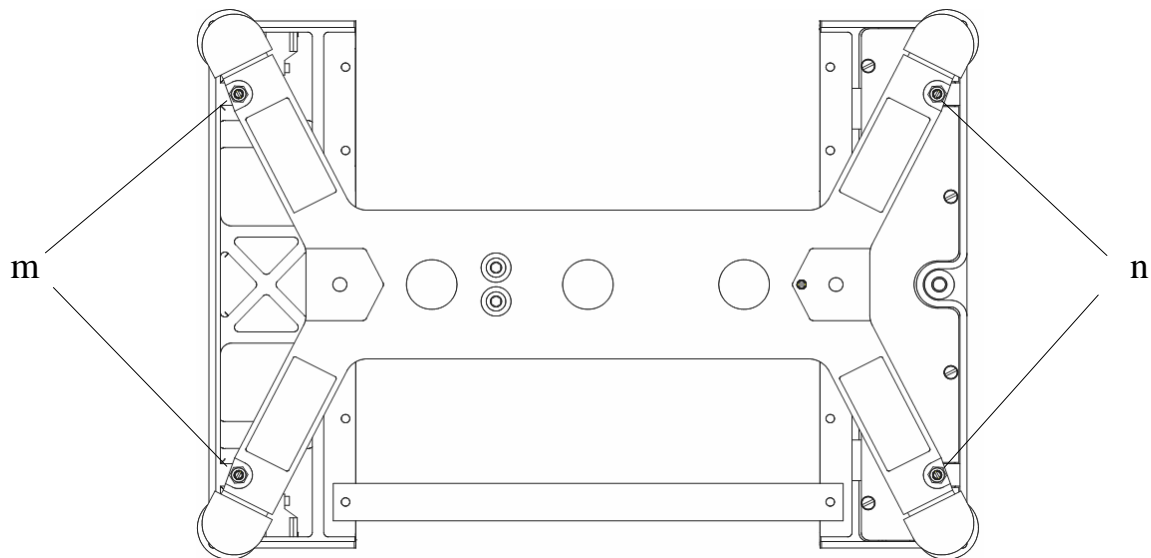

Рис. 8.2 - Местоположение упорных винтов (m, n) в модуле МК_
9.3.4 Ослабить контргайку. Поворачивая упорный винт и используя щуп, установить нужную величину зазоров «m» и «n» (см. Рис. 8.2, и Табл. 8.3). Затянуть контргайку.